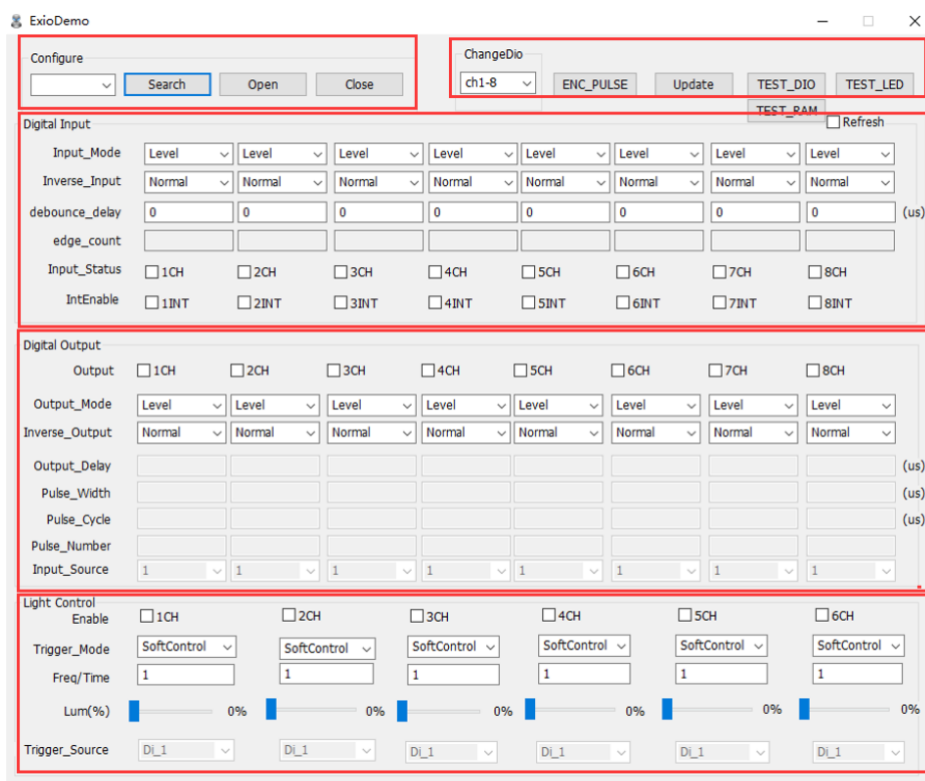

图 3-2 DEMO 主界面图
程序安装完成后，打开 DEMO 软件，其主界面如图 3-2 所示：
- 1、 双击启动 DEMO，进入图 3-2 主界面。如果提示“未搜索到任何设备”，请检查：